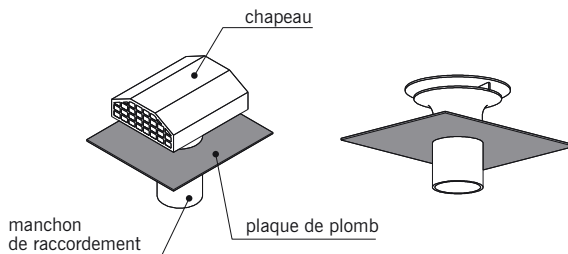

fig. 18.12
■ La **sortie de toit** (fig. 18.12) : dispositif installé sur le toit et relié au conduit d'évacuation de l'air vicié. Il existe différents types de sorties.